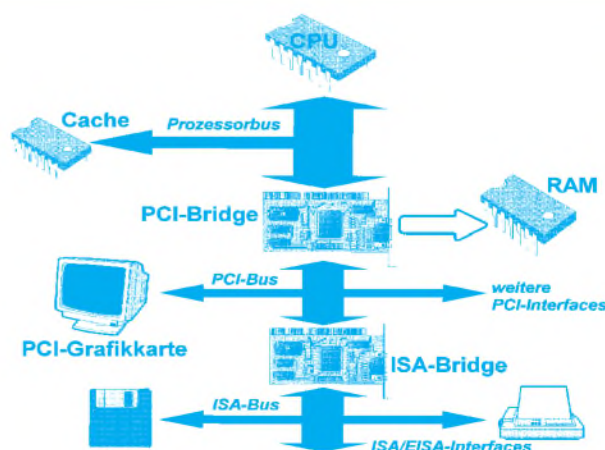

Bild 2: Rechnerarchitektur mit PCI-Bus
Mit dem „Peripheral Component Interconnect“ (PCI) hat Intel einen anderen Weg in moderner Busarchitektur beschritten. Durch eine sogenannte „PCI-Bridge“ wird hier der Prozessorbus vom PCI-Bus entkoppelt (Bild 2). Da nun ein eigenständiger PCI-Buscontroller die Bussteuerung übernimmt, findet eine deutliche Entlastung der CPU statt. Somit kann der Datentransfer mit sehr hohen Taktraten und trotzdem asynchron zum Prozessortakt ablaufen. Auch auf PCI-Boards findet sich neben der PCI-Bridge zum Prozessorbus eine (E)ISA-Bridge, so daß hier ebenfalls die „Kompatibilität“ zum älteren Standard gewahrt bleibt.